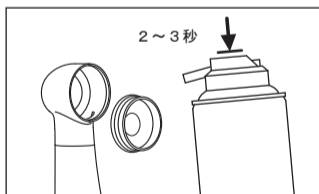

図 35
- 4 ヘッド内部にパナスプレープラスを 2～3 秒スプレーします。ヘッドキャップ内部にも軽くスプレーします（図 35）。